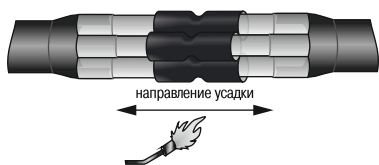

Рисунок 13
4.26 Надвинуть на каждую гильзу трубку для изолирования гильзы. Установить их по центру гильзы и усадить, начиная с середины и далее в направлении торцов. После усадки по торцам трубки должен быть виден расплавленный клей (рисунок 13).